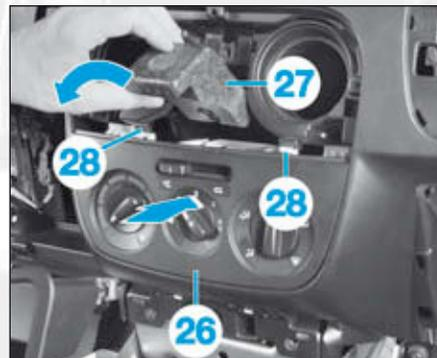

FIG.27
- la cale (27) de la console de climatisation (26) (Fig.27).
- la façade de climatisation (26) en (28) puis la repousser vers l'arrière,